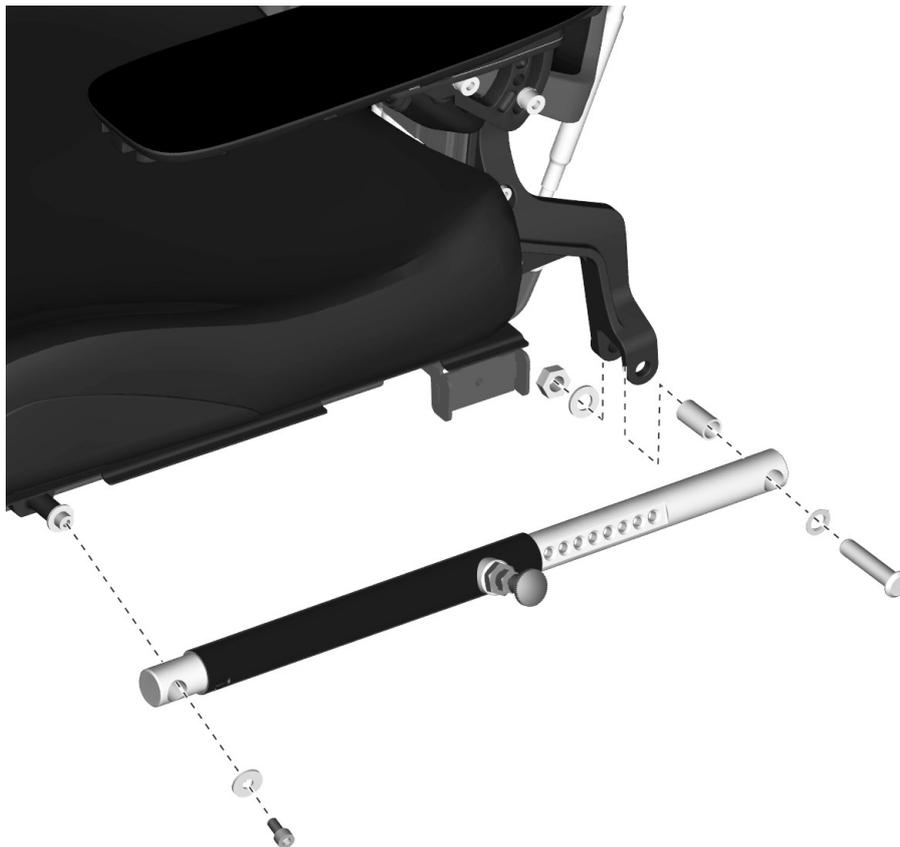

Abbildung 165. Die manuelle Einstellungsinheit der Rückenlehne ist mit zwei Schrauben befestigt.
3. Rückenlehne bei der Demontage der manuellen Einstelleinheit gut festhalten. Sicherungsring von der hinteren Halterung der Einstellungsinheit entfernen. Siehe Abbildung. 165. Wenn die hintere Halterung entfernt ist, kann die Rückenlehne nach vorn gekippt werden und auf dem Sitzpolster liegen.
4. Vordere Halterung der Sperrvorrichtung abmontieren, die mit einer Schraube montiert ist. Siehe Abbildung. 165.
1. Das vordere Ende der Einstellungsinheit mit Hilfe der Sperrvorrichtung montieren. Siehe Abbildung. 165.
2. Das hintere Ende der Einstellungsinheit mit Hilfe des Sicherungsrings fixieren. Siehe Abbildung. 165.